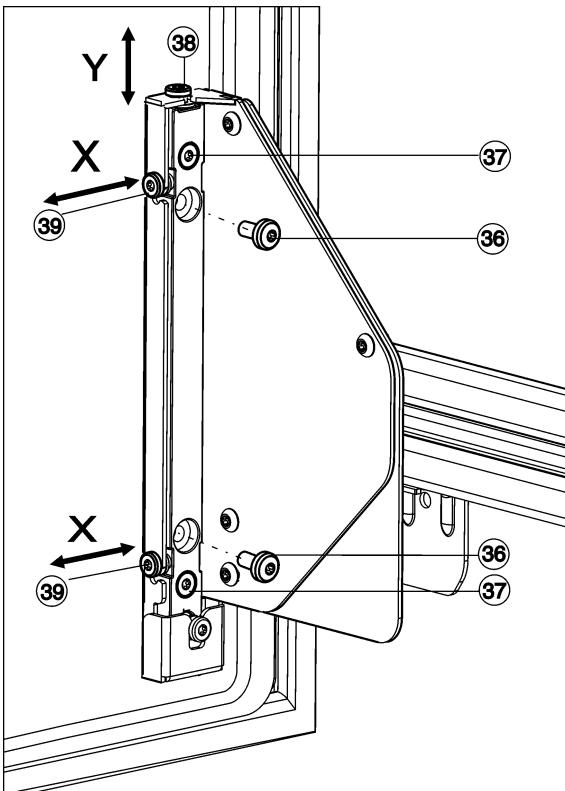

Fig. 27
- ▶ Úplne vyskrutkujte skrutky Fig. 27 (36).
- ▷ Skrutky Fig. 27 (36) odstráňte, keď už nie sú potrebné.
- ▶ Uvoľnite skrutky Fig. 27 (37) 1 až 2 otočeniami.
- ▶ Otočte regulačnú skrutku (38). V smere hodinových ručičiek: dvere sa pohnú max. 4 mm nahor. Proti smeru hodinových ručičiek: dvere sa pohnú max. 2 mm nadol.
- ▶ Znovu dotiahnite všetky skrutky Fig. 27 (37).
- ▶ Úplne vyskrutkujte skrutky Fig. 27 (36), ak sa tam ešte nachádzajú.
- ▶ Prestavte regulačné skrutky Fig. 27 (39) podľa požadovaného smeru nastavenia.
- ▶ Znovu dotiahnite skrutky Fig. 27 (37) po skončení bočného nastavovania.